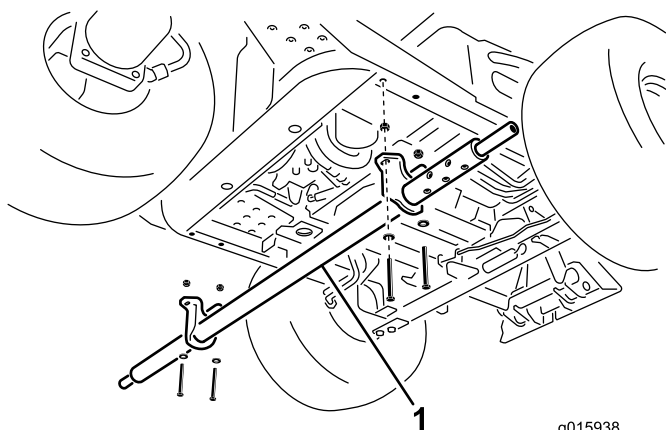

図 11
1. 機体の左側から、クロスチューブ・アセンブリを機体の下に差し入れ、取り付けブラケットの穴をフレームチューブの穴に合わせる（図 11）。
2. クロスチューブ取り付けブラケットをフレームチューブに固定する；ねじ4本（3/8 x 3 インチ）、平ワッシャ、ロックナット（3/8 インチ）を使用する（図 11）。